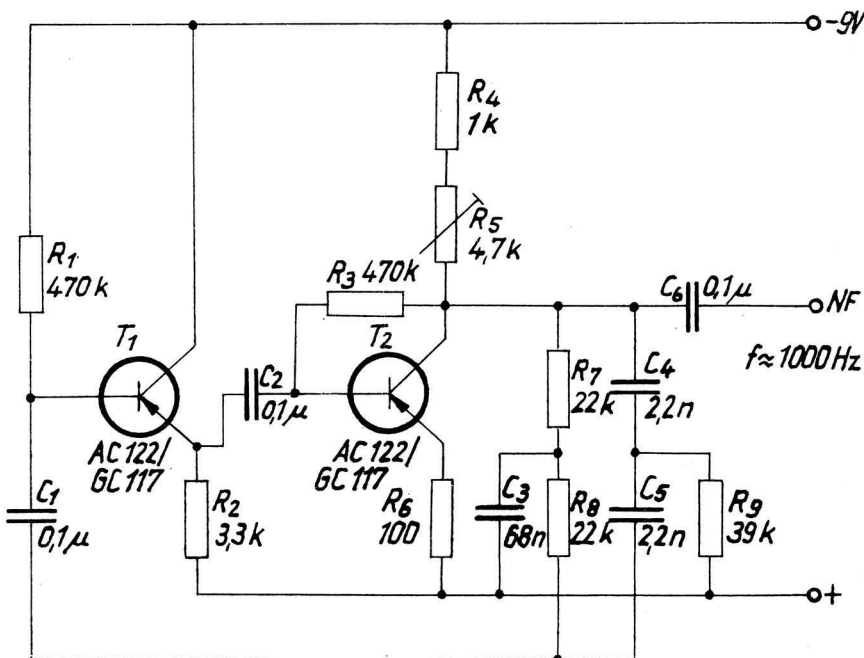

Bild 4
1.3. RC-Tongenerator mit Doppel-T-Glied (Bild 4)